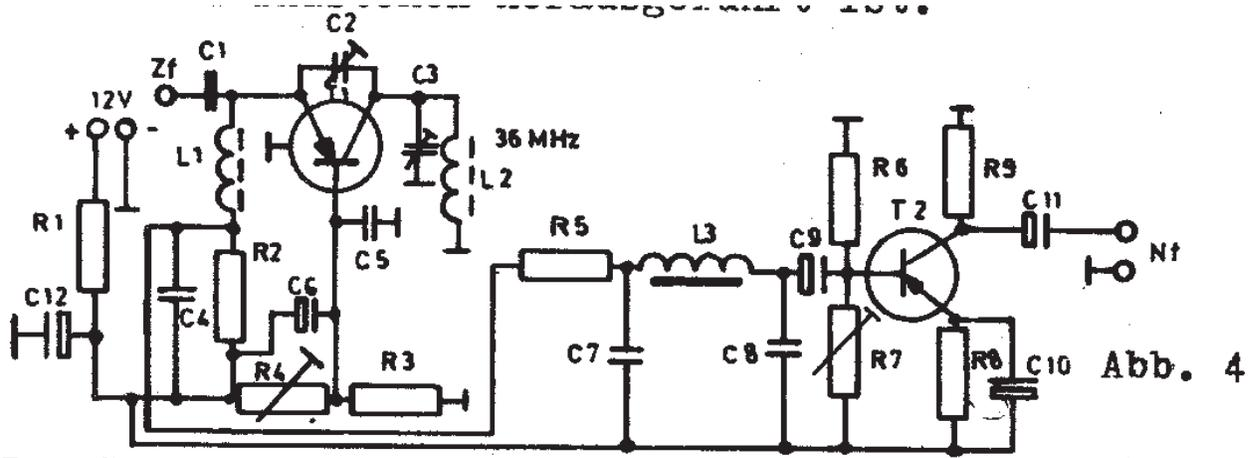

Abb. 4
verwenden. Durch Nachschalten eines einfachen Geradeausempfängers auf der Zwischenfrequenz des Tuners entsteht ein 70-cm-Einfachsuper. Eine solche Kombination ist jedoch nur sinnvoll, wenn die Bandbreite des Geradeausempfängers größer ist, als die Einstellgenauigkeit und die Frequenzdrift des freischwingenden Überlagerungsoszillators im Tuner. Diese Anforderung erfüllt ein Pendelempfänger, dessen Schaltung Abb. 4 wiedergibt. Er ist für eine mittlere Fernseh-Zwischenfrequenz von 36 MHz ausgelegt, so daß der Tuner (1) unverändert verwendet werden kann. Den ZF-Kreis des Tuners (2), der für ca. 60 MHz bemessen ist, läßt sich durch Parallelschalten von 68 pF auch auf 36 MHz in Resonanz bringen. Wegen der geänderten Zwischenfrequenz wird bei diesem Tuner, abweichend von der Umbauanleitung im vorhergehenden Abschnitt, der Oszillatorkreis nur mit 1 pF verkürzt. Die Zwischenfrequenz koppelt man bei beiden Tunern am heißen Ende des ZF-Kreises aus, der als Meßpunkt am ZF-Anschlußkästchen herausgeführt ist.
Der Pendelempfänger nach Abb. 4 soll mit ca. 7 V betrieben werden. Über den Widerstand R1, an dem bei einem Strom von 1,5 mA ca. 5 V abfallen, kann er an die Versorgungsspannung des Tuners angeschlossen werden. Bei mittlerer Eingangsspannung erreicht er eine Bandbreite von ca. 200 KHz, wenn die Pendelfrequenz so eingestellt wird (mit R4, evtl. auch C4), daß sie nur knapp über dem Hörbereich liegt, also auf 15 ... 18 KHz. Der Tiefpass C7, L3, C8 mit einer Grenzfrequenz von ca. 5 KHz
#### Stückliste zum Pendelempfänger nach Abb. 4